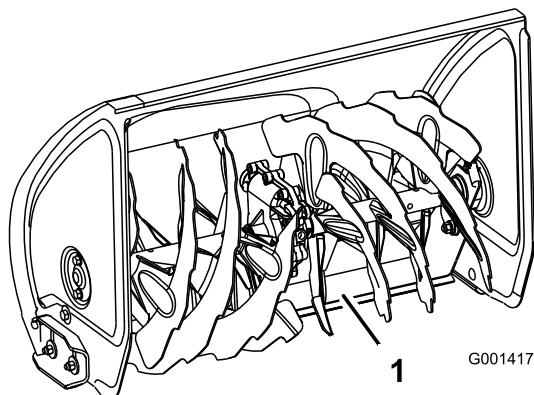

Figura 43
4. Empurre as pegas para baixo para permitir que o raspador articulado se move totalmente para a frente e, em seguida, regule a frente da máquina para baixo de forma a que a extremidade frontal do raspador articulado entre em contacto com o chão (Figura 43).